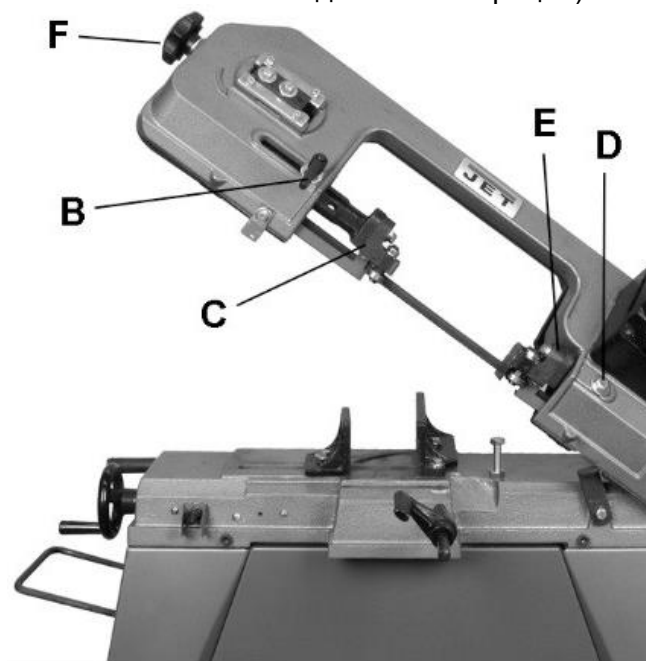

Рисунок 7
Отключите станок от источника напряжения. Ослабьте ручку (В, Рисунок 7) сдвиньте левую сборку направляющих (С) как можно ближе, но не мешая резке материала. Затяните ручку. Ослабьте винт (D) и сдвиньте правую сборку направляющих (Е) как можно ближе к области резки, без касания станины. Затяните винт (После правильной регулировки правая направляющая может оставаться в таком положении постоянно для всех операций).
Вращайте ручку натяжения полотна (F, Рисунок 7) по часовой стрелке для натяжения полотна. Подденьте полотно пальцем; натянутое полотно издаст звонкий звук.